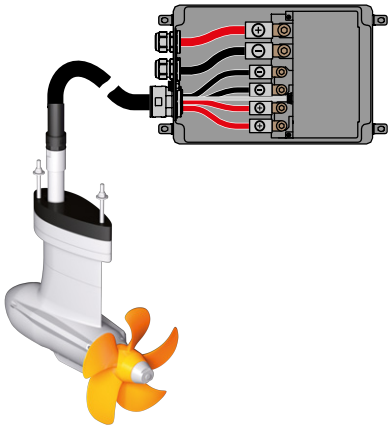

Abb. 12: Verkabelung Elektronikbox
1. Lösen Sie die Schrauben (1) der Elektronikbox, um diese zu öffnen.
4. Schließen Sie die Leistungskabel an den jeweilig gekennzeichneten Polen an (rot=+, schwarz=-; 10 Nm), **siehe "Abb. 12: Verkabelung Elektronikbox"**.
5. Schließen Sie das Motorkabel an den Motorsteuerungsanschluss (6) an.